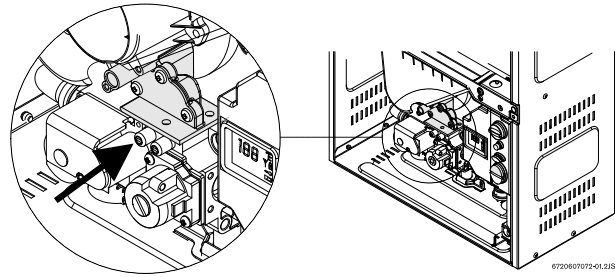

Fig. 14 Medición de la presión de gas (punto de toma izquierdo)
- ▶ Retire la cubierta frontal y localice el punto de medición de presión de gas de entrada (véase la Fig. 14).